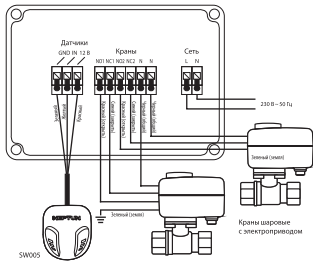

Рис. 3. Схема подключения датчиков контроля протечек и кранов шаровых с электроприводом к модулю управления
2. Выполните соединение проводов в соответствии со схемой подключения, в зависимости от того, какие краны с электроприводом вы используете (рис. 3)